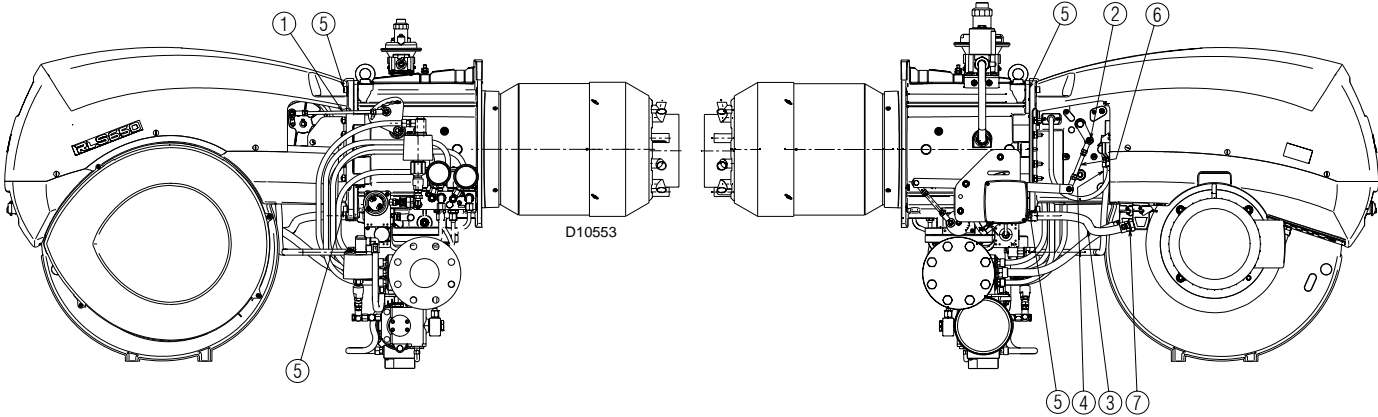

图 43
► 拧松螺母2)，取下燃烧头调节杠杆1) 和 6) (图 43) 及风门挡板开启杠杆。